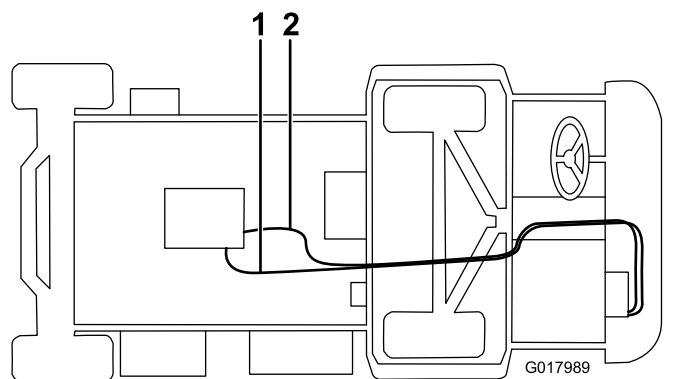

Figure 18
5. Raccordez le long flexible à la vanne de chauffage au moyen d'un collier, puis faites-le passer sous la machine, par dessus l'essieu et branchez-le au raccord droit (Figure 18). Coupez l'excédent de flexible à la taille voulue.
6. Branchez le flexible court au raccord en T blanc à l'aide d'un collier, puis faites-le passer dans le collier en R du support de chauffage et branchez-le au raccord en T au flexible inférieur de radiateur avec un collier de serrage (Figure 18). Coupez l'excédent de flexible à la taille voulue.